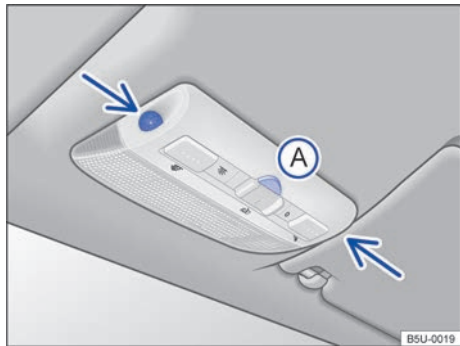
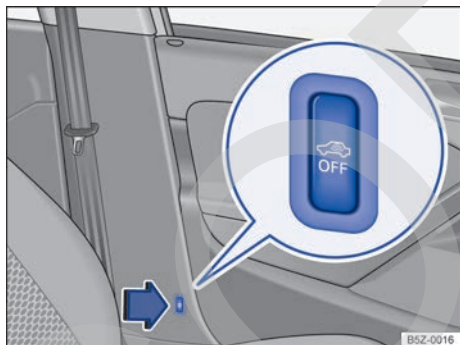

Fig. 55 En la consola del techo: sensores de vigilancia del habitáculo y tecla (A) para desconectar la vigilancia del habitáculo.
Fig. 56 Al lado del asiento del conductor: la tecla para desconectar el monitoreo del interior del vehículo.
La vigilancia del habitáculo dispara la alarma con el vehículo bloqueado, si reconoce movimientos en el interior del vehículo. El sensor y el receptor están ubicados en el conjunto de la luz de lectura → fig. 55 (flechas).
- Presionar la tecla → fig. 55 (A) o → fig. 56  durante 2 segundos. En el panel de instrumentos se enciende la luz de control .